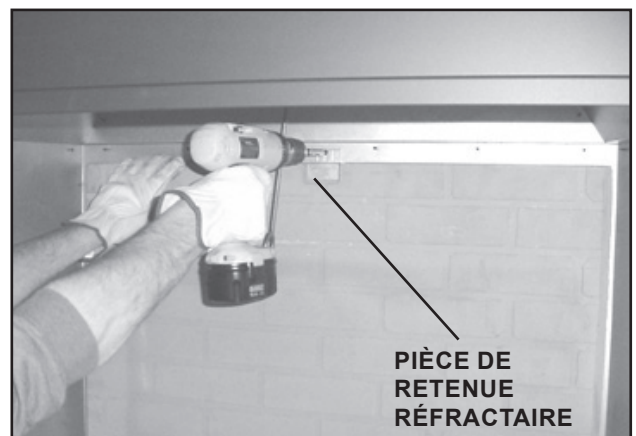

Figure 8.4 Fixez le réfractaire arrière
- Fixez en place avec la pièce de retenue réfractaire et les vis fournies avec le foyer. Voir la figure 8.4.